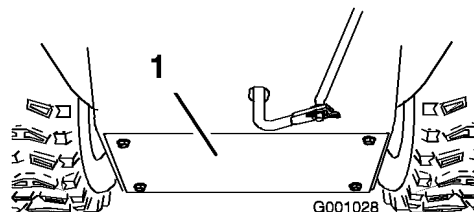

Figure 52
3. Déposez le couvercle arrière (Figure 52).